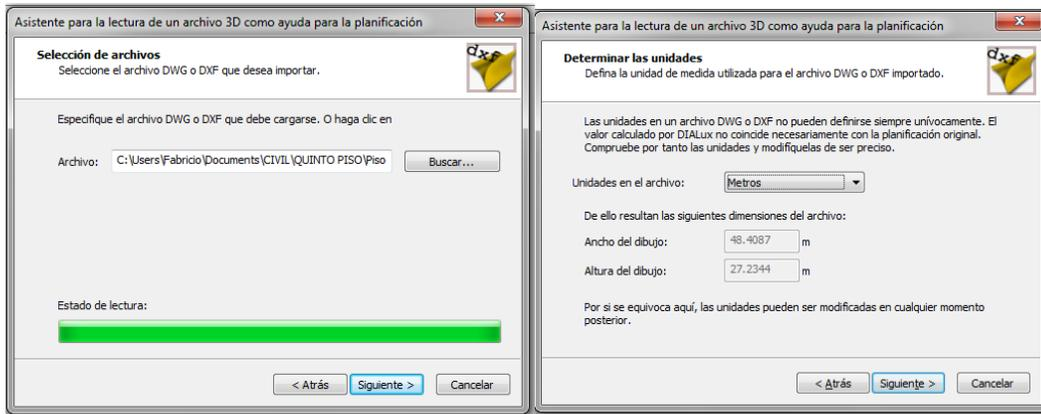

Figura 5. Carga y parámetros del plano.
5. Al dar clic en abrir aparecerá una ventana y en la parte inferior se muestra una barra (Figura 5 imagen izquierda), cuando este totalmente llena indica que el archivo fue importado con éxito, después se da clic en siguiente y aparecerá una ventana donde se piden las unidades que se desea trabajar, en este caso metros (Figura 5 imagen derecha); al momento de tener las unidades listas, se da clic en siguiente.